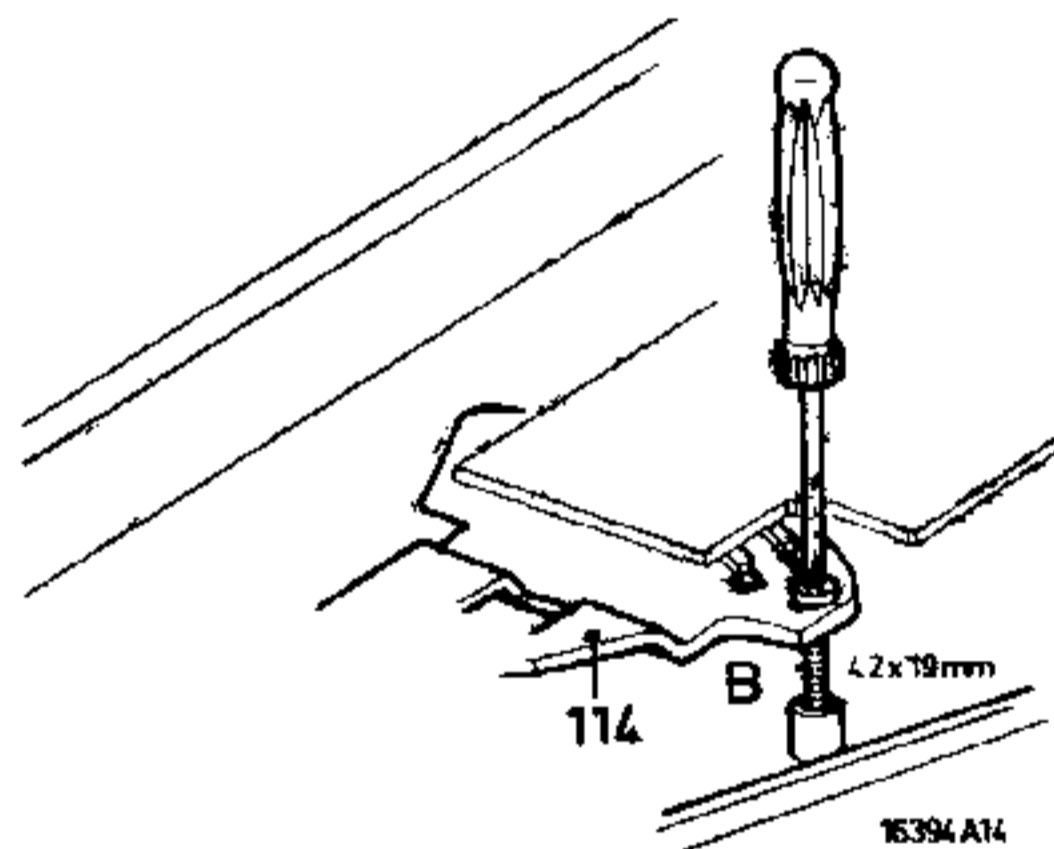

Fig. 7
3. Adjusting the automatic stop (Fig. 7)
**3. Instelling automatische afslag (Fig. 7)**
**3. Réglage de l'arrêt automatique (Fig. 7)**
**3. Einstellung der Arretierungsautomatik (Fig. 7)**
### 3. Regolazione del fermo automatico (Fig. 7)